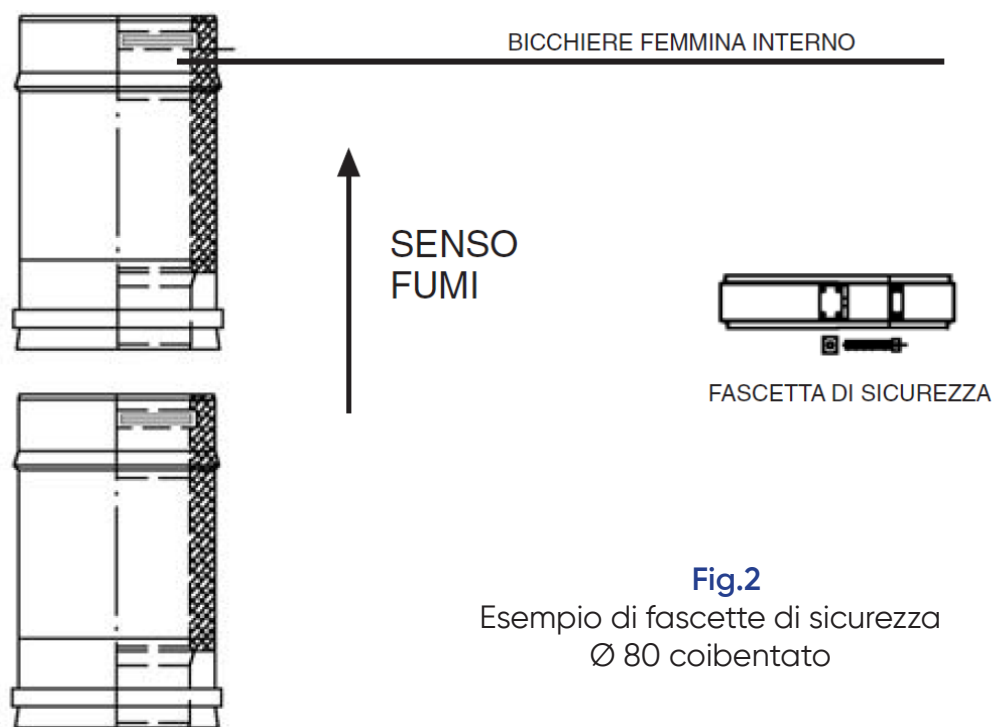

Fig.2
- Dopo aver innestato due elementi, montare e serrare meccanicamente la fascetta di sicurezza sulla parete esterna, assicurandosi che la vite sia ben serrata (8 N.m). Su ogni fascetta sono riportati 2 numeri indicanti il diametro esterno del profilo; la fascetta è montata correttamente quando il valore maggiore tra i due è posizionato verso l'alto (**Fig. 2**)